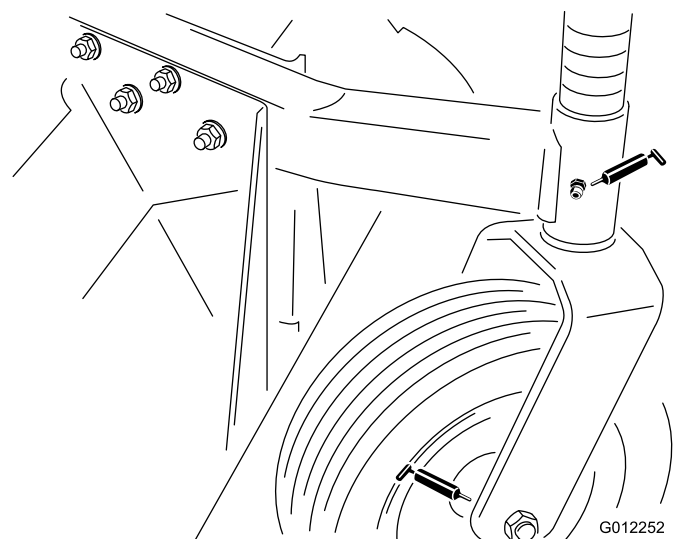
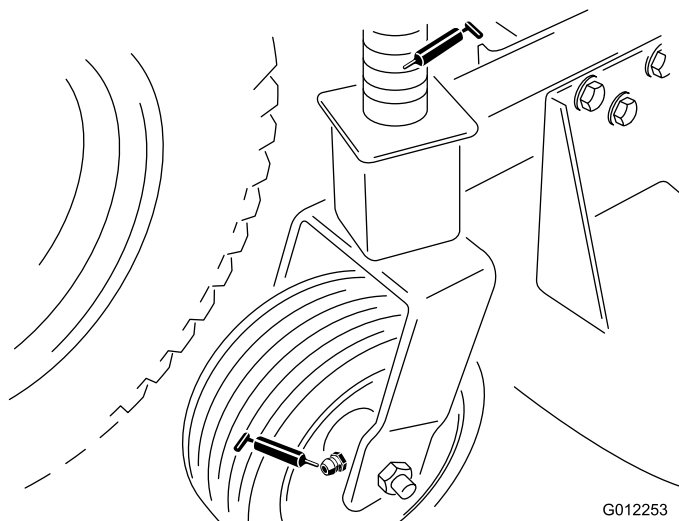

Figura 15
Figura 16
- Casquillos de los ejes de las ruedas giratorias delanteras (Figura 15)
- Cojinetes de las ruedas giratorias (Figura 15) y Figura 16)
- Asimismo, retire el eje de la rueda giratoria trasera del brazo de la rueda giratoria y cubra el eje hexagonal con grasa de litio de propósito general n° 2 o grasa de molibdeno cada 50 horas (Figura 16).